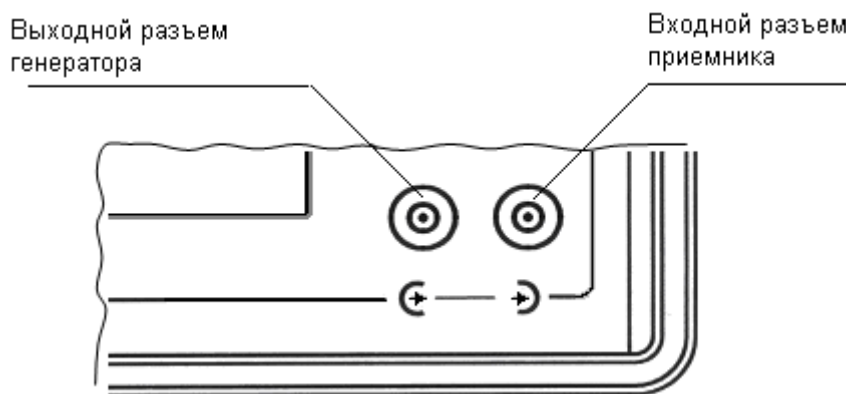

Рисунок 9
7.1.5.2 Раздельно-совмещенные ПЭП подключите следующим образом: излучающую пластину раздельно - совмещенного ПЭП подключите к разъему « (→)» , а приемную пластину подключите к разъему «(→)» на передней панели УД4-ТМ, вставив кабельные разъемы до щелчка (**Рисунок 9**); установите в меню «ПЭП» параметр «Режим работы» в положение «Раздельный».